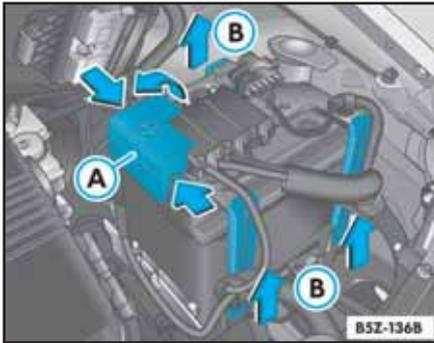

Fig. 155 Batería
Desplace la cubierta ⇒ fig. 155 (A) del polo positivo y retire la tuerca de fijación del soporte del porta fusibles. En seguida, desconecte las tres trabas en la parte inferior y desplácelas en el sentido de las flechas (B). Levante el soporte junto con el portafusibles.